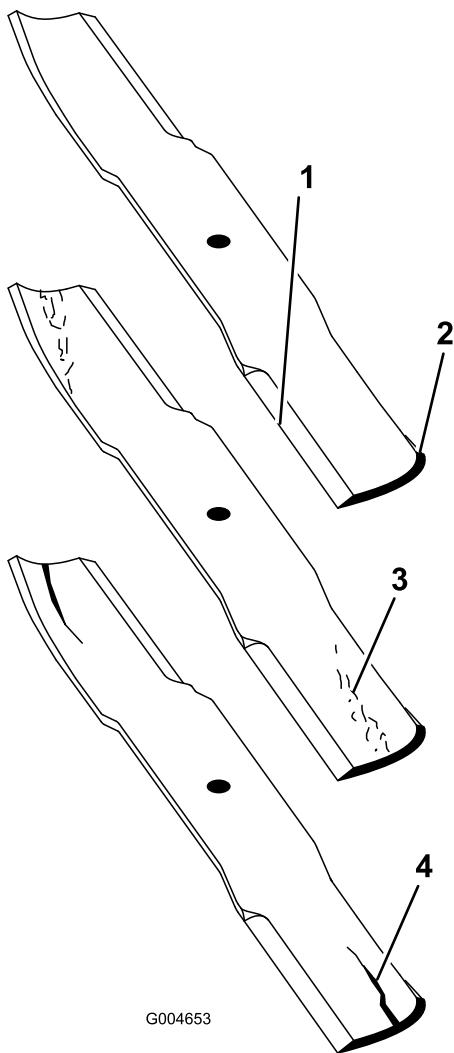

Figure 89
2. Examinez attentivement les tranchants de la lame, particulièrement au point de rencontre des parties plane et de l'ailette (Figure 89).
Remarque: Le sable et les matières abrasives peuvent éroder le métal à cet endroit, c'est pourquoi il est important de contrôler l'état de la lame avant d'utiliser la tondeuse. Remplacez la lame si elle vous semble usée (Figure 89).